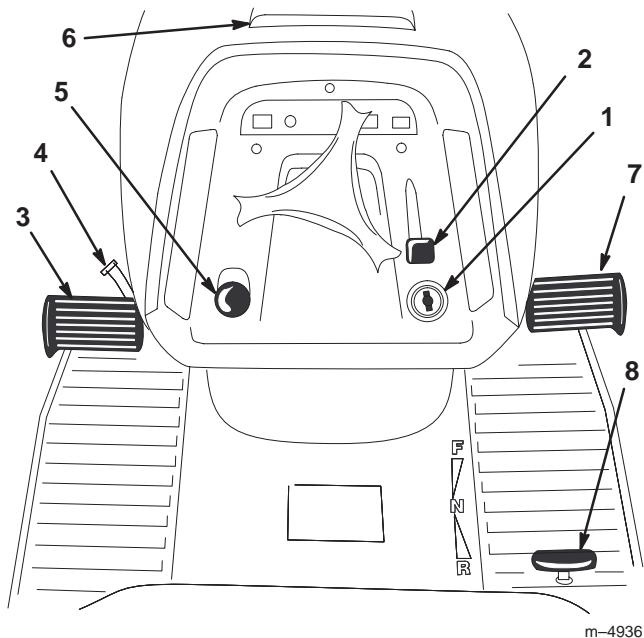

Bild 2
Machen Sie sich mit den Bedienungselementen (Bild 2) vertraut, bevor Sie den Motor anlassen und die Maschine bedienen.
1. Drücken Sie das Bremspedal (Bild 2) herunter und halten es in der gedrückten Position.
2. Drehen Sie den Feststellbremshebel (Bild 2) gegen den Uhrzeigersinn und nehmen den Fuß nach und nach vom Bremspedal. Das Bremspedal sollte in heruntergedrückter (gesperrter) Position bleiben.
1. Drücken Sie das Bremspedal (Bild 2) herunter. Der Feststellbremshobel sollte sich lösen.